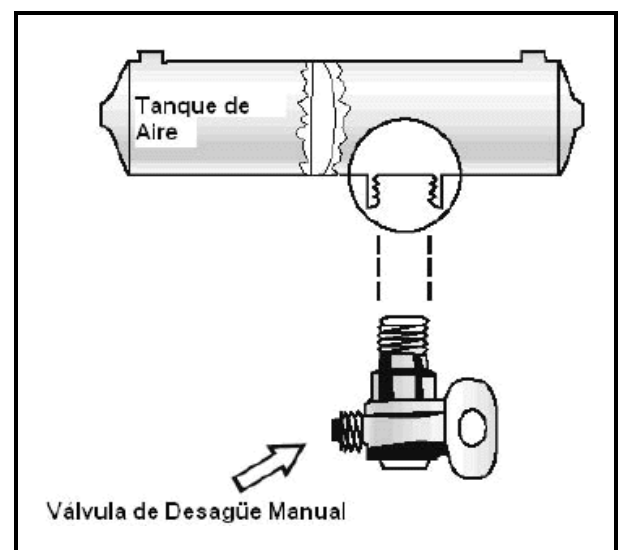

Figura 5.1
- Una válvula de desagüe de operación manual que se acciona girándola un cuarto de vuelta, o tirando de un cable. Usted debe vaciar los tanques al final de cada jornada de trabajo. Vea la figura 5.1